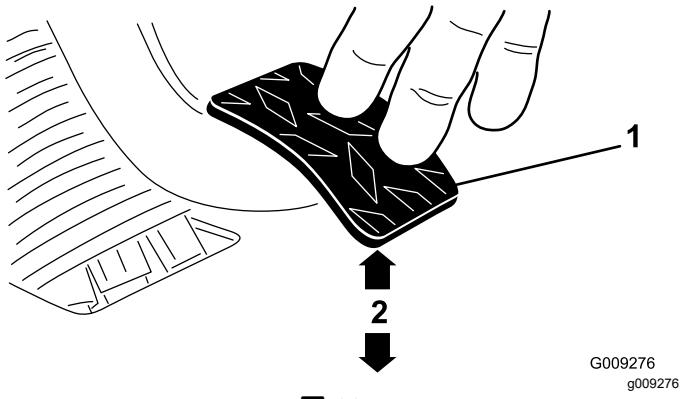

図 69
3. ジャムナットまたはボールジョイントを調整する 1.8kg の力でクラッチペダルを踏んだ時にペダルの裏面の下端が床のダイヤモンド柄の頂部から 9.29.8cm になるようにする図 69。